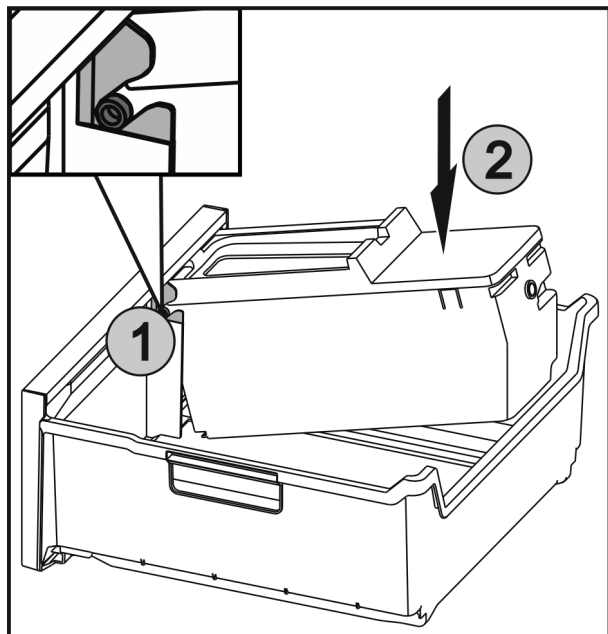

Fig. 62
- Inserire gli assi Fig. 62 (1) di EasyTwist-Ice nelle guide e premere la parte posteriore Fig. 62 (2) finché la linguetta non si innesta.